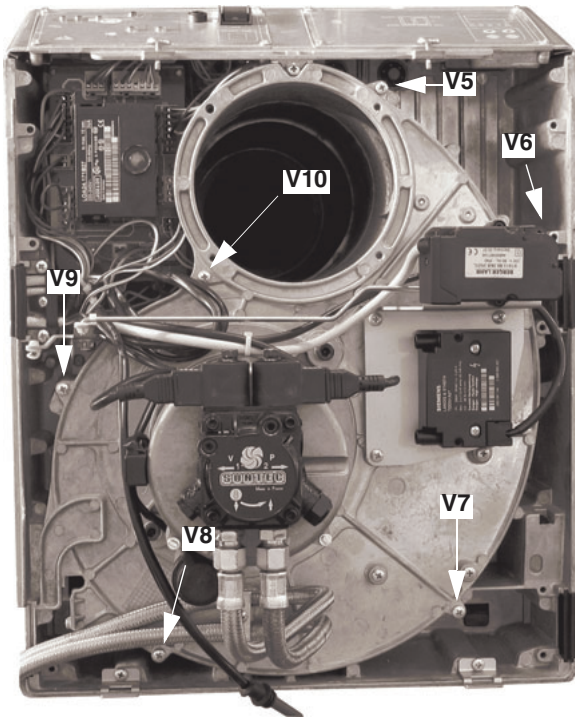

Fig. 20a
- Quite los 6 tornillos V5 - V10 de fijación de la placa de los componentes (Fig. 20a).
- Reinstale la placa de los componentes y apriete los 6 tornillos V5 - V10 (Fig. 20a).